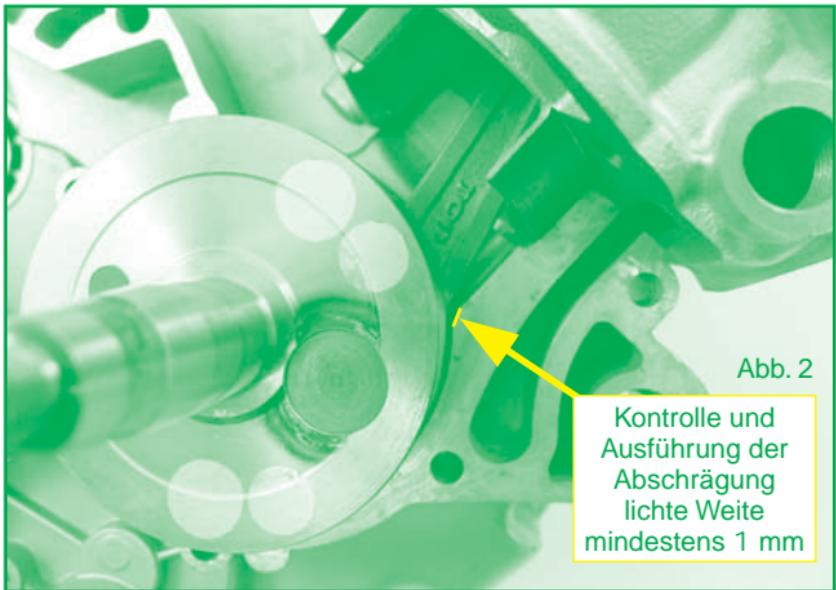

Abb. 2
3. An beiden Gehäusen eine Abschrägung gemäß Abb. 2 ausführen, sodass eine lichte Weite (Abstand zwischen Pleuel und Gehäusen) von mindestens 1 mm gegeben ist.
4. Zur Überprüfung, dass sich jedes Bauteil frei im Inneren der Gehäusehälften bewegen kann, provisorisch die Kurbelwelle, den Zylinder und den Kolben (ohne Kolbenring) an einer Gehäusehälfte montieren. Auf diese Weise kann man sich darüber vergewissern, dass das Pleuel unbehindert durch die Kurbelkammer gehen und gleichzeitig der Kolben ohne Anstoßen an den Gehäusewänden den unteren Totpunkt (UT) erreichen kann.